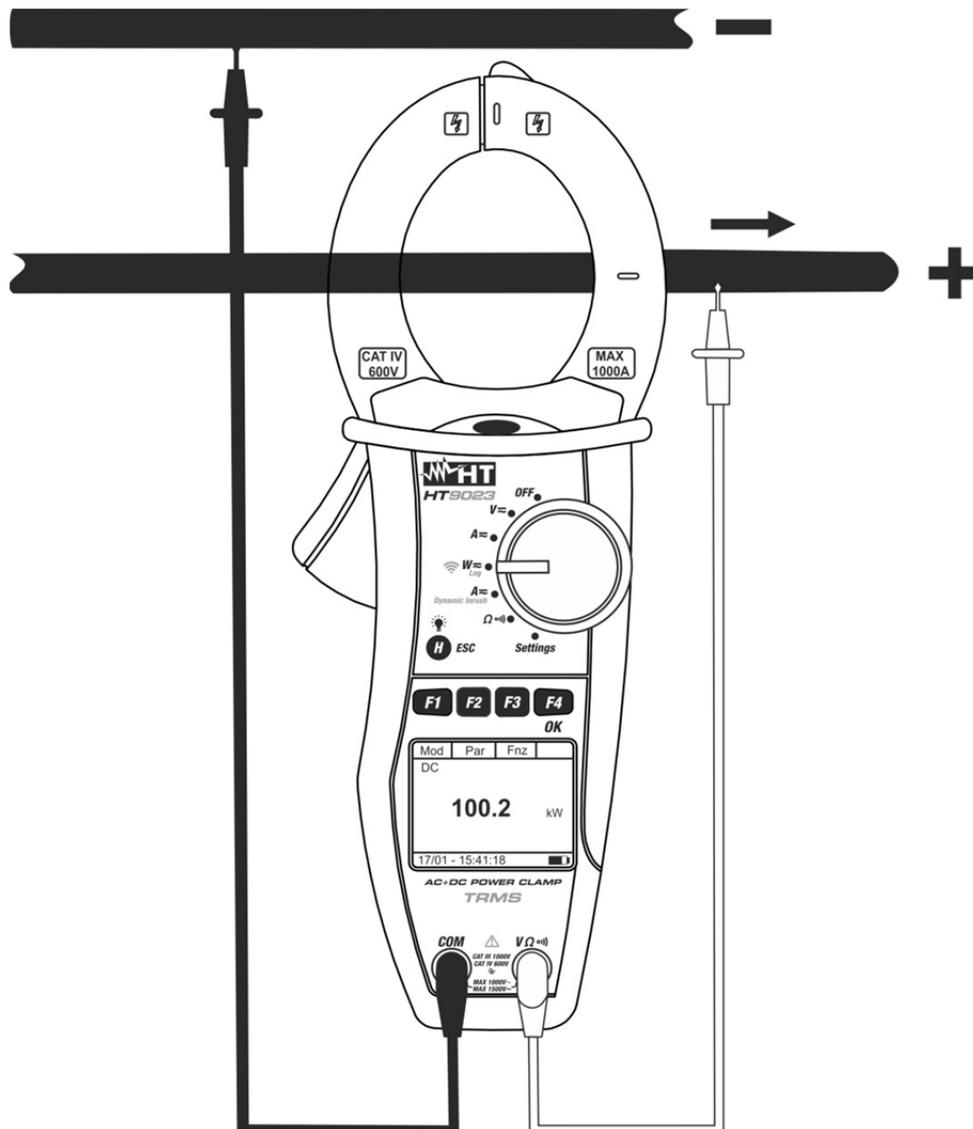

Fig. 12: Medição de potências/energias CC
5. Inserir o cabo vermelho no terminal de entrada **VΩ•)))** e o cabo preto no terminal de entrada **COM**. Colocar a ponteira vermelha no pólo "+" e a ponteira preta no pólo "-" e inserir o cabo "+" no interior do toróide respeitando a direção da corrente indicada pela seta (ver Fig. 12). Inserir o cabo no interior do toróide no centro do mesmo para obter medições precisas. Utilizar as marcas existentes como referência (ver Fig. 2)
6. O valor da Potência CC é apresentado no display expresso em kW. Premir o botão **F2 (Par)**, selecionar com o mesmo botão a opção "**Volt/Curr**" para a leitura dos valores da tensão CC e corrente CC e confirmar com **F4 (OK)**. No display é apresentado o seguinte ecrã.